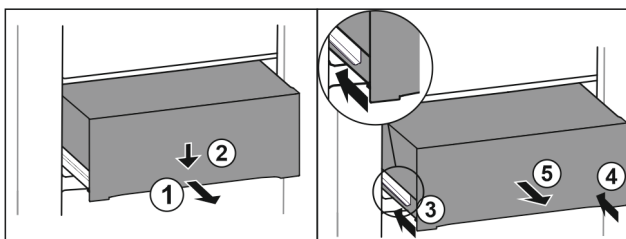

Fig. 212
- ▶ Вытяните выдвижной ящик наполовину. Fig. 212 (1)
- ▶ Вдавите выдвижной ящик в передней части вниз. Fig. 212 (2)
- ▶ Задвиньте левую направляющую прим. на 2 см. Fig. 212 (3)
- ▶ Задвиньте правую направляющую прим. на 2 см. Fig. 212 (4)
- ▶ Извлеките выдвижной ящик движением вперед. Fig. 212 (5)